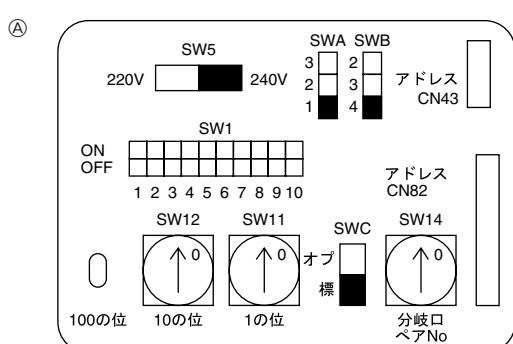

Fig. 4-4
4.3. De aansluitadressen instellen (Fig. 4-4)